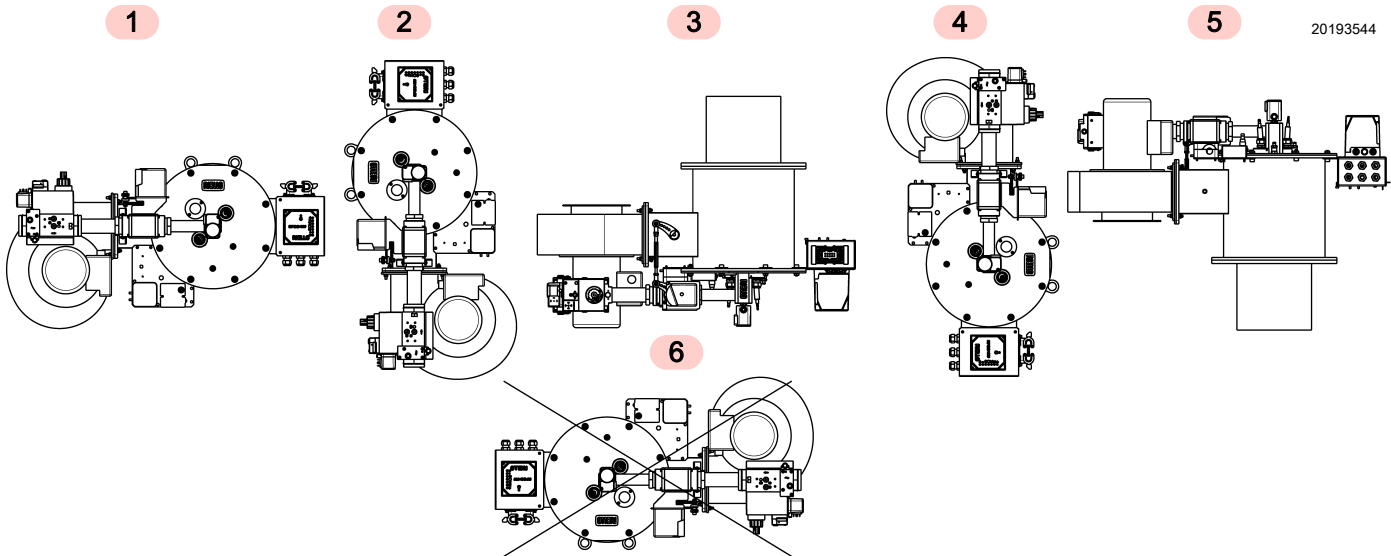

图 11
- 燃烧器设计为仅能安装在位置 1 , 2 , 3 , 4 和 5 (图 11)。